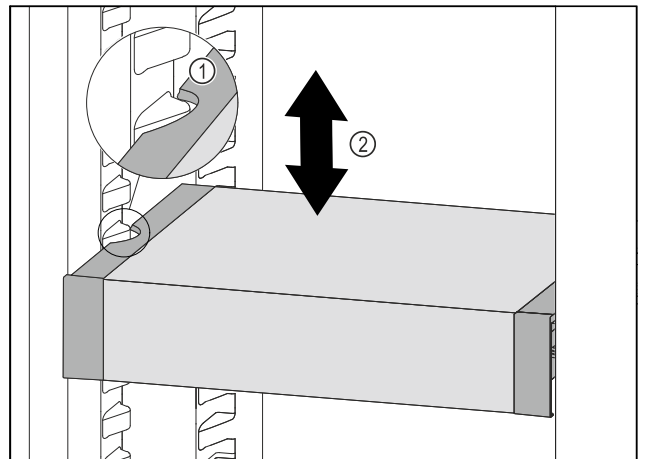

Fig. 123
- ▶ Tire del VarioSafe hacia delante hasta que los huecos laterales del VarioSafe se encuentren a la altura de la nervadura del recipiente en el compartimiento del frigorífico. Fig. 123 (1)
- ▶ Mueva el VarioSafe hacia arriba o hacia abajo en el compartimiento del frigorífico hasta alcanzar la altura deseada. Fig. 123 (2)